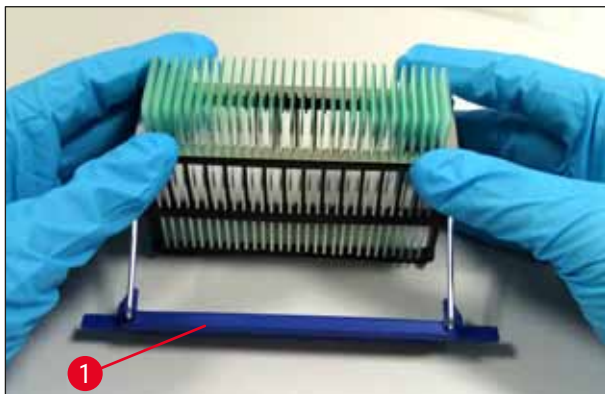

Fig. 35
3. Așezați cu atenție clema deasupra lamelor de probă și aveți grijă ca în fiecare fantă a clemei să se așeze o singură lamă de probă (→ Fig. 35).
5. Folosind ambele mâini simultan, apăsați cu atenție clema în jos până când se fixează în poziție (→ Fig. 35).